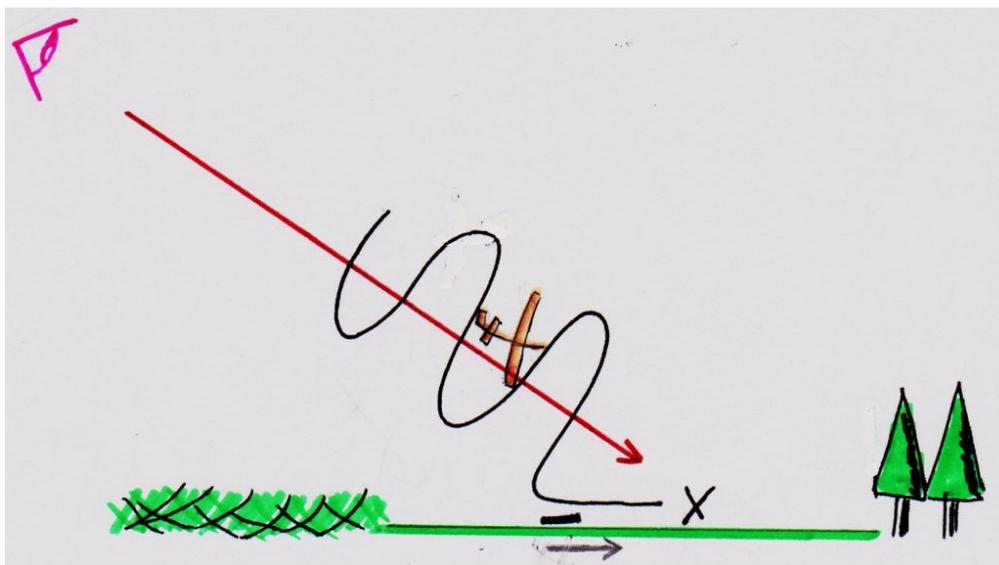

fig.7
- **L’ombre du planeur est visible** (fig.7)